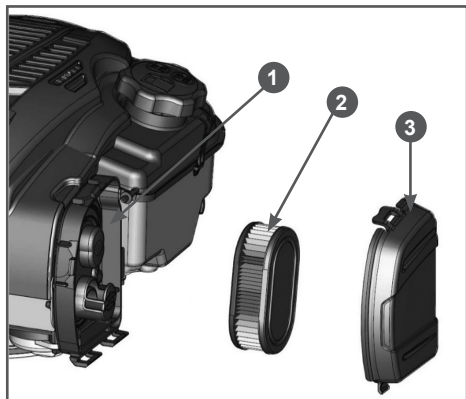

Рис. 22 Обслуживание воздушного фильтра
1. Нажмите на фиксатор и снимите крышку 4 воздушного фильтра (Рис. 22).
2. Извлеките из корпуса бумажный фильтрующий элемент 2 и проверьте его чистоту и целостность (Рис. 22).